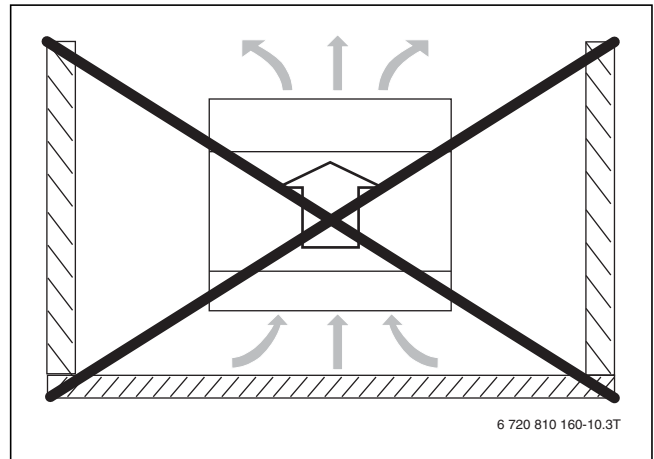

Bild 11 Placering med omslutande väggar ska undvikas
- Installera inte värmepumpen i en vrå där den omsluts av väggar på 3 sidor (→ Bild 11).
Placering i vrå eller med omslutande väggar kan leda till förhöjd ljudnivå och onormal försmutsning av förångaren (→ Bild 11).